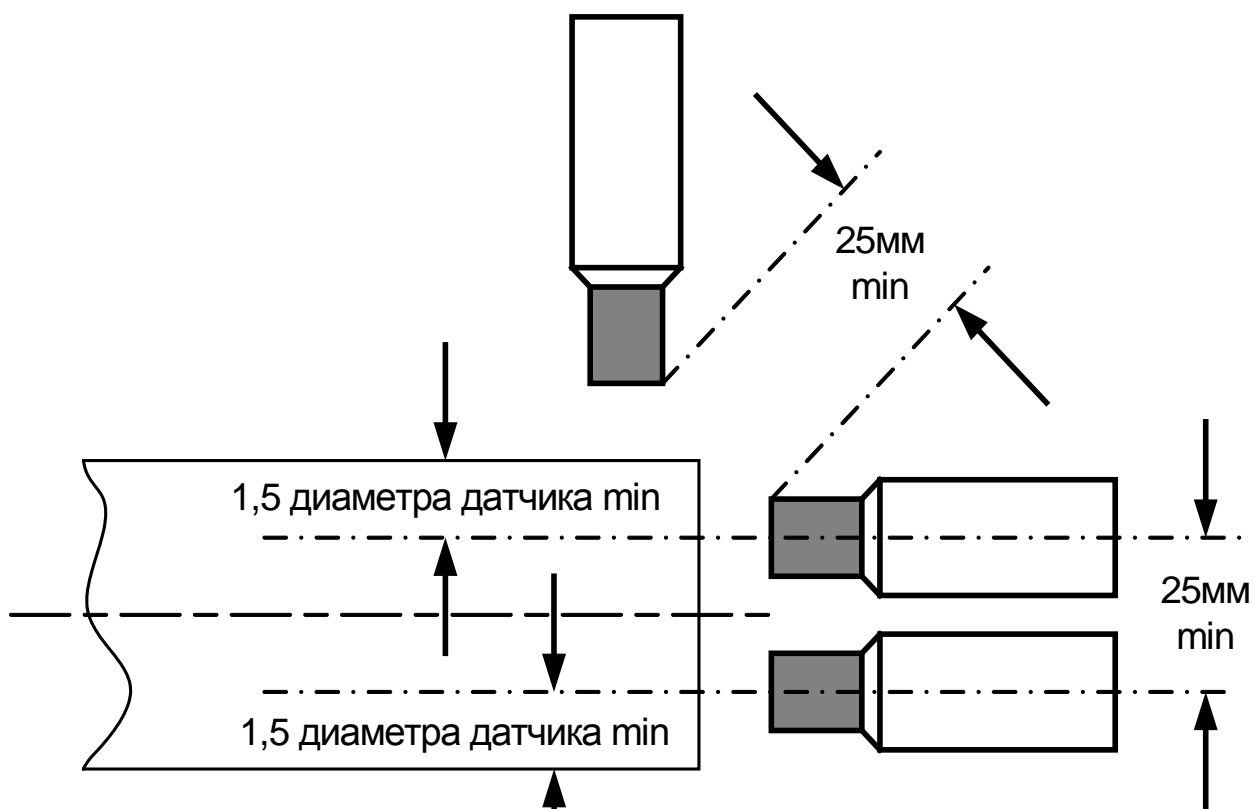

Рисунок 3.
3.2 Для измерения линейных смещений установите датчик параллельно валу на расстоянии 1,25мм от торца вала. Датчики диаметром 11мм устанавливаются на расстоянии 2,25мм. Для более точного монтажа смотрите раздел посвященный калибровке. Для избежания взаимного влияния двух датчиков, установленных в одной плоскости, расстояние между датчиками должно быть не менее 25мм. Расстояние между датчиками диаметром 11мм должно быть не менее 50мм. Смотрите Рис.3